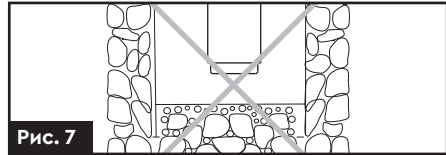

Рис. 7
- Заборонено експлуатацію насоса без фільтра грубого очищення на нижній частині обсадної труби свердловини (**рис. 7**), щоб уникнути потрапляння піску і каменів в насосну частину насоса.